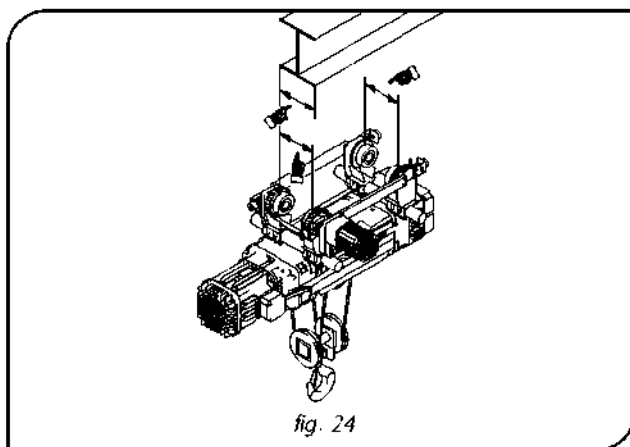

fig. 24
- Jeśli wciągarka jest wyposażona w jednodźwigarowy wózek transportowy sprawdzić szerokość skrzydła dźwigara a który musi odpowiadać przeznaczonym dla niego kołom wózka transportowego (rys. 24).